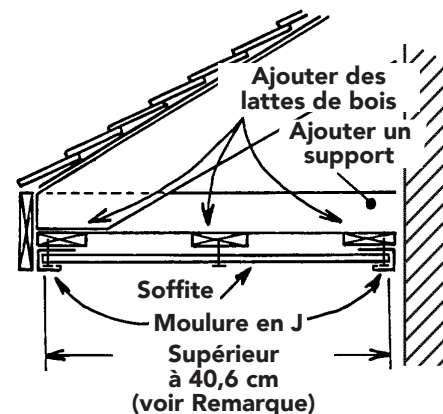

Figure 64
**REMARQUE :** Il faut poser des lattes de bois, comme le montre la Figure 64, si le prolongement des avant-toits est supérieur à 406 mm (16 po), sauf indication contraire dans les instructions du fabricant des soffites. Dans les régions qui imposent des restrictions en raison de forts vents, l'espacement du clouage ne doit pas dépasser 305 mm (12 po), sauf indication contraire du fabricant.
### Si l'on a posé deux moulures (Figure 64), fléchir le panneau entre ces deux moulures.